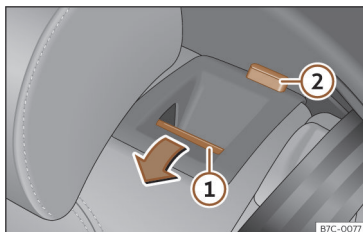

Fig. 95 Banco traseiro: rebater o encosto.
- Pressione o botão de desbloqueio >>> **Fig. 95 ①** para a frente e, ao mesmo tempo, rebata o encosto. O encosto traseiro está desbloqueado quando se vê uma marca vermelha no botão **②**.